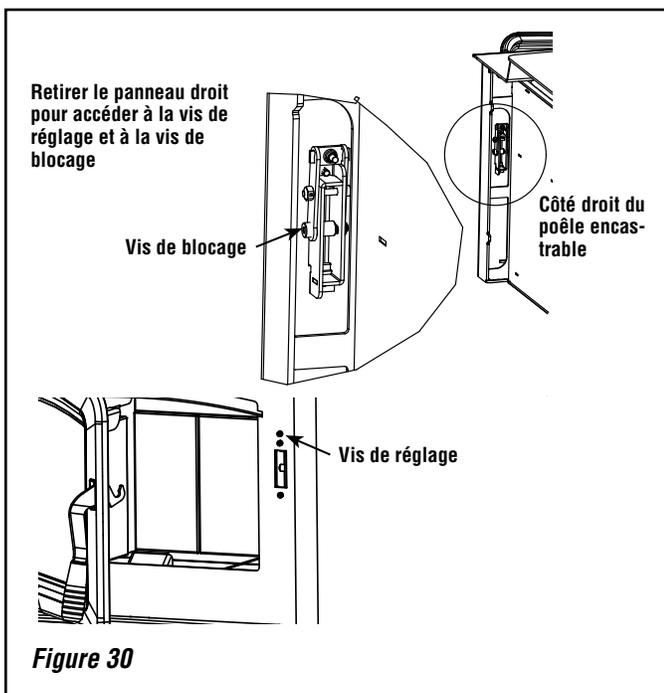

Figure 30
**LOQUET DE PORTE :** Instruction de réglages - Retirer l'écran thermique droit en desserrant les 3 vis situées à l'arrière du poêle encastrable. Avec une clé Allen en L de 5/32 po, desserrer la vis de blocage dans chaque ensemble de verrouillage comme illustré à la **Figure 30**. Une fois la vis de blocage desserrée, régler la vis six pans de 5/32 po supérieure (**Figure 30**) sur l'avant du poêle pour régler la tension de la porte. Tourner la vis vers la droite pour serrer la porte ou tourner la vis vers la gauche pour la desserrer. Pour desserrer la porte, le plus facile est de dévisser la vis de blocage totalement vers l'avant puis de faire de petits réglages pour obtenir la tension souhaitée. S'assurer que la tension sur la porte avant crée une bonne étanchéité entre le joint sur la porte avant et l'avant de la boîte à feu. Après avoir réglé la tension de la porte, resserrer la vis de blocage et remonter le panneau latéral.